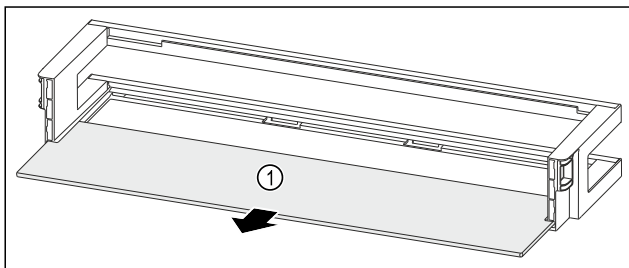

Fig. 158 Ajtópolc tárolólappal
- ▶ Vegye ki a tárolólapot Fig. 158 (1).